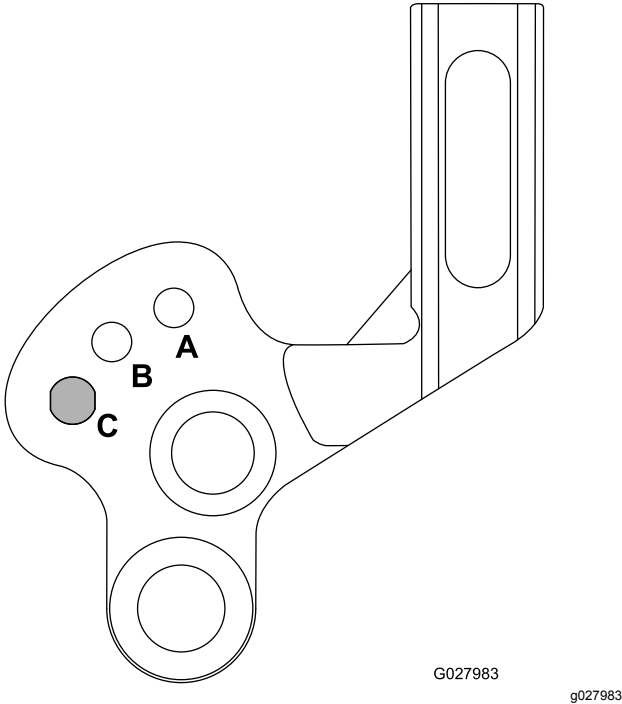

Figura 19
- B. Mueva los brazos hacia arriba o hacia abajo a la posición A o B (Figura 19).
Si usted va a segar sin groomer o necesita transportar la máquina, eleve el molinete groomer a su posición elevada de transporte, según se muestra en Figura 19.